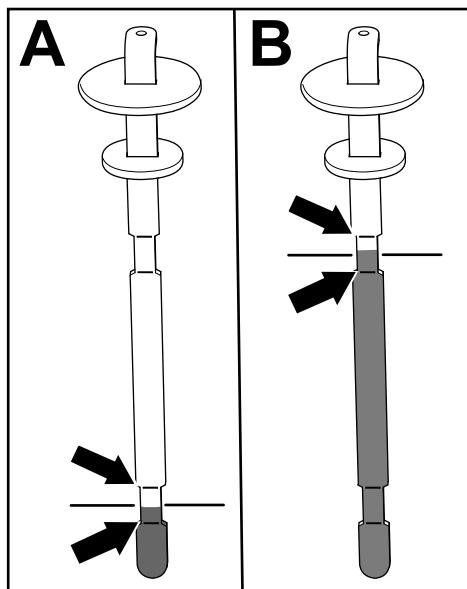

Рисунок 80
5. Извлеките щуп и проверьте уровень рабочей жидкости (Рисунок 80).
- **Если у вас на машине установлен режущий блок:** уровень гидравлической жидкости должен находиться на соответствующем уровне между 2 нижними отметками на щупе (А на Рисунок 80). Также допустимо, если уровень жидкости находится выше нижних отметок.
приводом: уровень гидравлической жидкости должен находиться на соответствующем уровне между 2 верхними отметками на щупе (В на Рисунок 80).